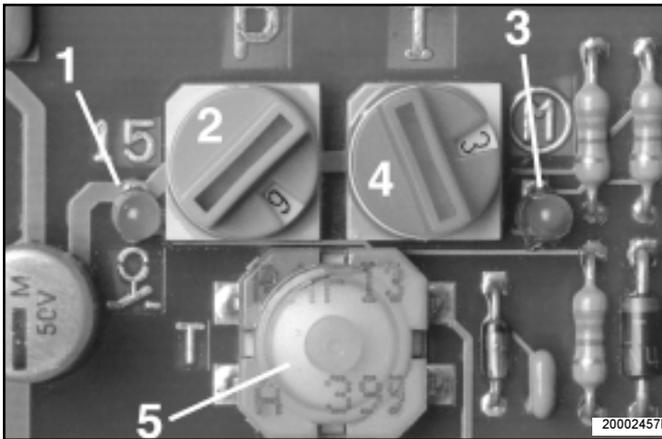

Fig. 12: Les LED de la plaquette de circuits imprimés
Bouton poussoir 5, fig. 12, appuyé en permanence (court-circuit)
- Défaut : LED 3 de droite, fig. 12, clignote
- Si l'un des commutateurs rotatifs 2 et 3, fig. 12, est réglé sur 0, un défaut est signalé par la LED 3 de droite
- On peut vérifier que la plaquette de circuits imprimés est sous tension au fait que la LED de gauche, rep.1 Fig. 12, est allumée.
• Défaut : LED 3 de droite, fig. 12, clignote
<ul style="list-style-type: none"> Un des deux commutateurs rotatifs 2 et 4, fig. 12, est réglé sur 0. Indication : 4 clignotements successifs Court-circuit sur le bouton-poussoir 5, fig. 12, ou sur le bouton-poussoir lumineux (s'il y en a un) ou sur les pièces de raccordement de ces boutons-poussoirs Indication : trois clignotements successifs 	<ul style="list-style-type: none"> Régler le commutateur rotatif sur un chiffre ou sur une lettre. Vérifier si le court-circuit se trouve sur la plaquette à circuit imprimé ou sur le bouton-poussoir lumineux (s'il y en a un). Si nécessaire, remplacer la plaquette à circuit imprimé ou le bouton-poussoir lumineux.